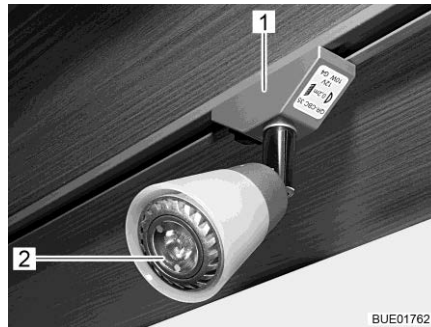

Bild 313 Spotlight (förskjutningsbar)
- Vrid spotlightsen (Bild 313,1) 90° och ta av den från skenan.
- Ta bort lysdioden (Bild 313,2) med en sugnapp.